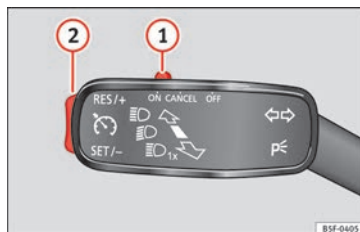

Fig. 32 Ver ubicación en la Fig. 3
- Conectar el GRA: desplace el conmutador »» fig. 32 ① hasta **ON**. El sistema está encendido. El sistema no regula al no haber programado ninguna velocidad.
- Activar el GRA: pulse el botón »» fig. 32 ② en la zona **SET/-**. La velocidad actual se memoriza y regula.
- Desconectar el GRA temporalmente: desplace el conmutador »» fig. 32 ① hasta **CANCEL** o pise el freno. La regulación se desconecta temporalmente.
- Conectar el GRA de nuevo: pulse el botón »» fig. 32 ② en **RES/+**. La velocidad memorizada se guarda y regula otra vez.
- Aumentar velocidad programada durante regulación de GRA: pulse botón ② en **RES/+**. El vehículo acelera hasta la nueva velocidad guardada.
- Reducir velocidad programada durante regulación de GRA: pulse botón ② en **SET/-** para reducir 1 km/h (1 mph). La velocidad se reduce hasta alcanzar la nueva velocidad memorizada.
- Desconectar el GRA: desplace el conmutador »» fig. 32 ① a **OFF**. Se desconecta el sistema y la velocidad memorizada se borra.